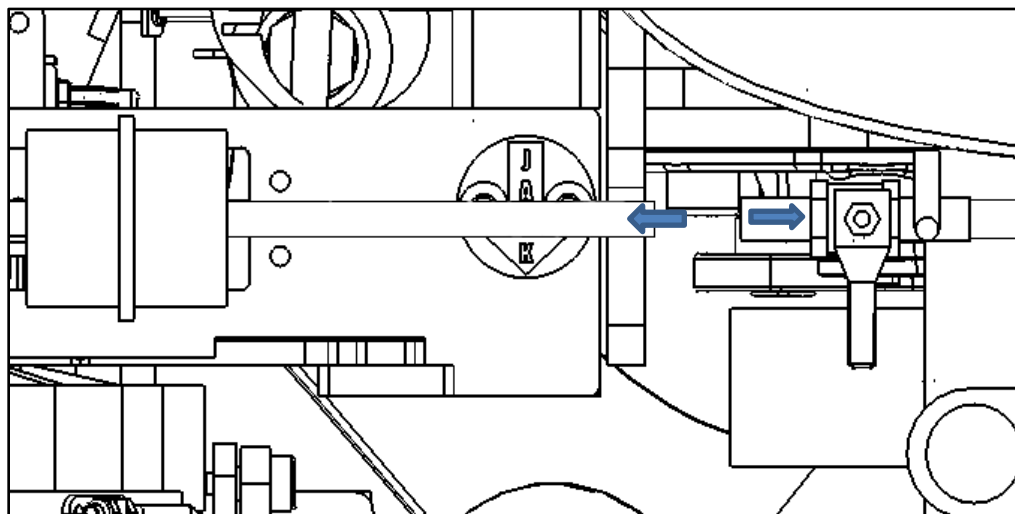

Fig. 3
3. Sluit de kraan (Fig 2-1), en haal dan de buis los die in (Fig. 3) staat.